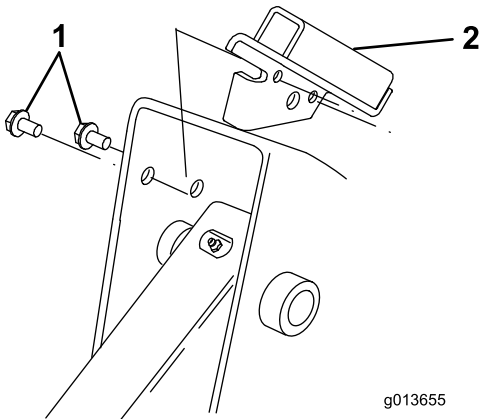

Figura 5
3. Allineate l'aletta della staffa dello schermo di protezione al bordo anteriore del telaio tenendo la staffa all'interno della cavità del braccio del veicolo caricatore (Figura 5).
all'interno della cavità del braccio del veicolo caricatore, con i 2 fori piccoli della staffa allineati ai fori praticati nel telaio (Figura 5).
- Fissate la staffa al telaio con 2 viti autofilettanti come illustrato in (Figura 5).